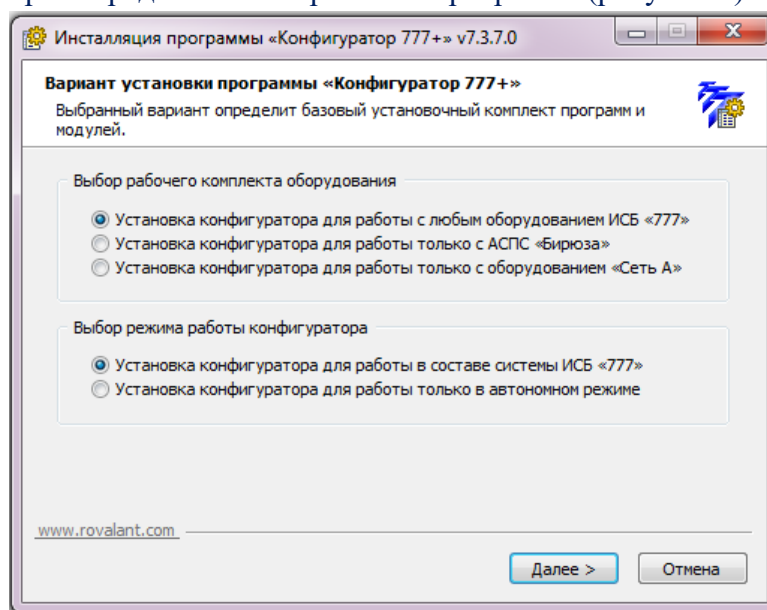

Рисунок 5. Скриншот выбора типа установки
- 4.2. При первой инсталляции имеется возможность выбрать тип оборудования и режим его работы, с которым предполагается работа в программе (рисунок 5).